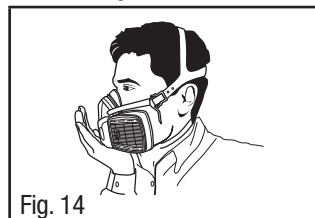

Fig. 14
1. Cubra com a mão a abertura na tampa da válvula de exalação e expire suavemente. Se a peça facial estiver levemente protuberante e nenhum vazamento de ar for detectado entre sua face e a peça facial, isto significa que houve uma vedação adequada (Fig. 14).